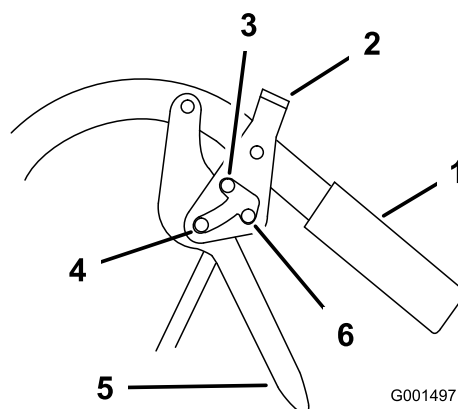

Figure 7
1. Serrez les leviers de déplacement (Figure 7).
2. Placez les pouces sur la partie supérieure des verrous et poussez-les en avant en position **stationnement** (Figure 7).
1. Serrez les leviers de déplacement en arrière (Figure 7).
2. Placez les pouces sur la partie supérieure des verrous et ramenez-les en arrière en position **déplacement** (Figure 7).
2. Placez les pouces sur la partie supérieure des verrous et ramenez-les en arrière en position **point mort verrouillé** (Figure 7).
2. Placez les pouces sur la partie supérieure des verrous et poussez-les en avant en position **déplacement** (Figure 7).